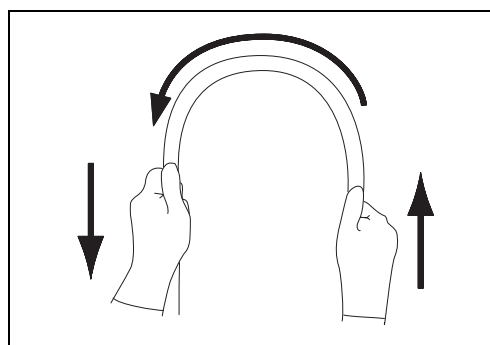

Рисунок 3.4
- 5** Обеими руками согните вводимую трубку эндоскопа полукругом. Затем передвигая руки в направлении, указанном стрелками на рис. 3.4, убедитесь в том, что вводимая трубка пластична и легко сгибается в полукольцо по всей длине. Проверку эндоскопов с механизмом регулировки жесткости проводите как при самом гибком, так и при самом жестком состоянии вводимой трубки.